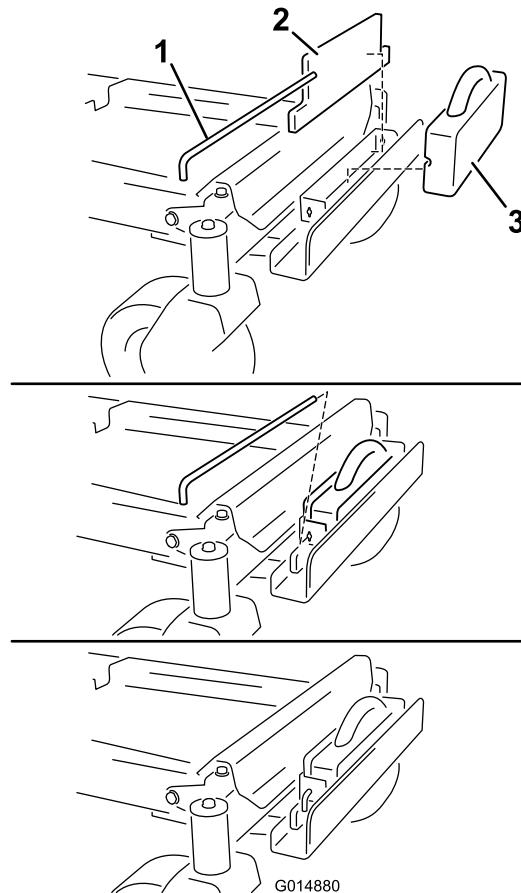

Figure 9
7. Montez une masse plate sur le support de maintien et déplacez-la en arrière pour la mettre au même niveau que le support (Figure 9).
| 8. Montez une masse à poignée devant la masse plate (Figure 9). La rainure dans la masse à poignée doit être orientée vers l'arrière.   |                                    |
| 9. Fixez les masses sur le support avec une barre transversale à détrompeur (Figure 9). Positionnez la barre et tournez-la de 90 degrés vers le bas pour la verrouiller en place. |                                    |